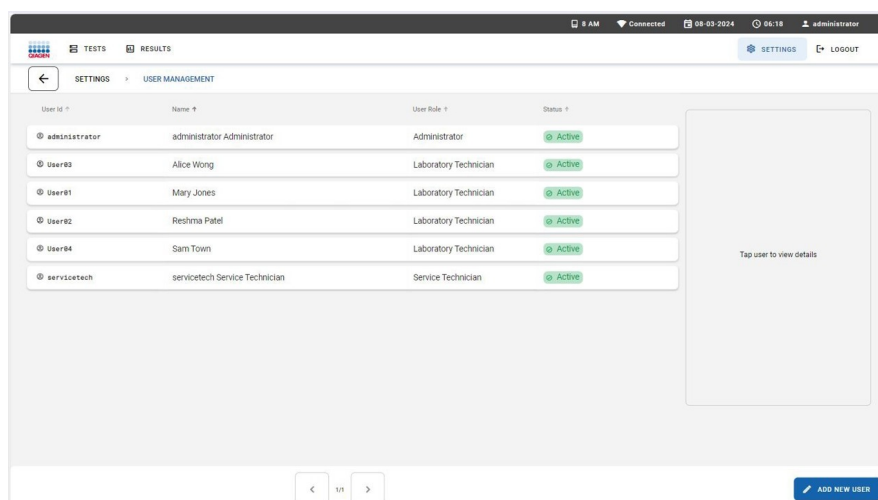

Bild 69. Användarhantering.
- Välj menyn Användarhantering för att se vilka användare som kan komma åt QIAstat-Dx Rise (Bild 69). Egenskaperna för användarprofilen beskrivs i Driftsprocedurer.